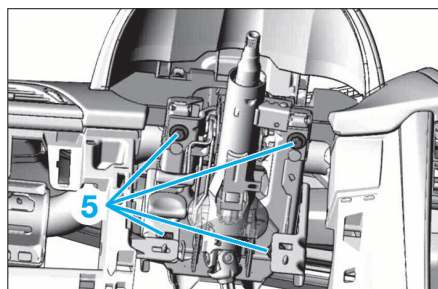

FIG. 5
- Déposer les vis de fixations (5) et la colonne de direction (Fig.5).